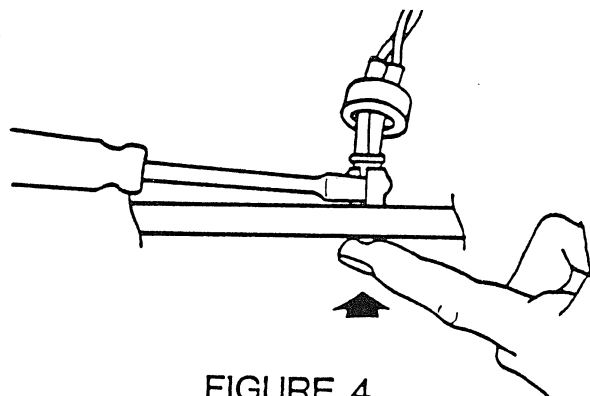

FIGURE 4
- b. Repousser la LED vers l'intérieur, tout en séparant doucement le support de la LED avec un tournevis (figure 4), jusqu'à ce qu'elle se libère de la face avant.